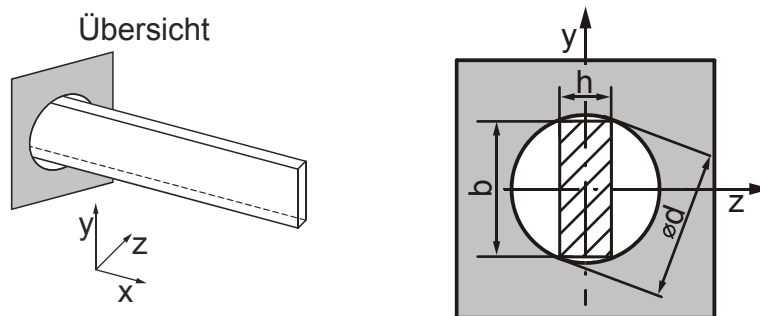

Bild 5: Haltelasche durch kreisrunde Öffnung
- d) Um den Einbau der Haltelasche in Zukunft zu vereinfachen, wird ein neues Konzept umgesetzt. Die Kerbstelle A - A entfällt dabei, aber die Lasche muss durch eine kreisrunde Öffnung mit konstruktionsbedingt beschränktem Durchmesser geführt werden, siehe Bild 5.